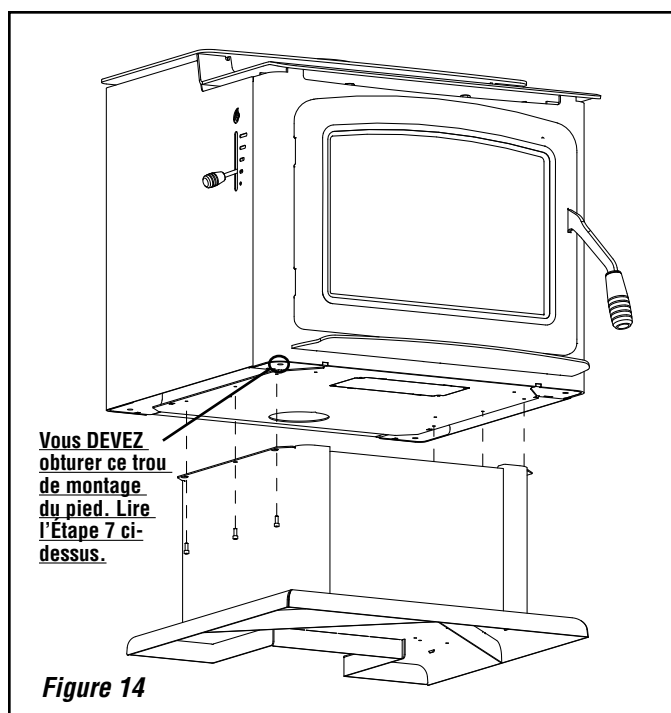

Figure 14
2. Installer les vis 10-24 incluses avec le socle au fond du poêle comme illustré à la **figure 14**. Utiliser un clé Allen de 5/32 po pour serrer les vis.